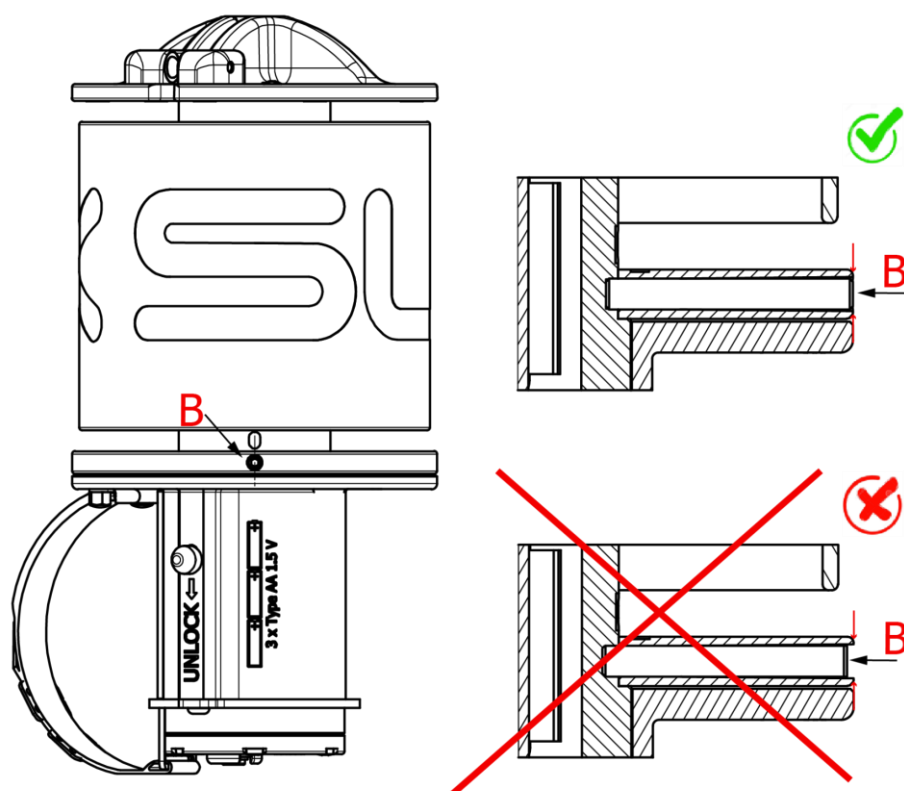

Fig. 16 - Corretta avvitatura dei grani
- Avvitare i grani (4) (con chiave a brugola da 2,5 mm) in modo che risultino A FILO CON L'ANELLO (si veda Fig. 16)
- Avvitare la vite (3) (con chiave a brugola da 2,5 mm)